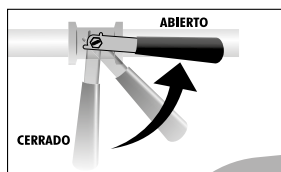

Figura 20.
- Gire la válvula de paso hasta la posición ABIERTO **(Ver figura 20)**.